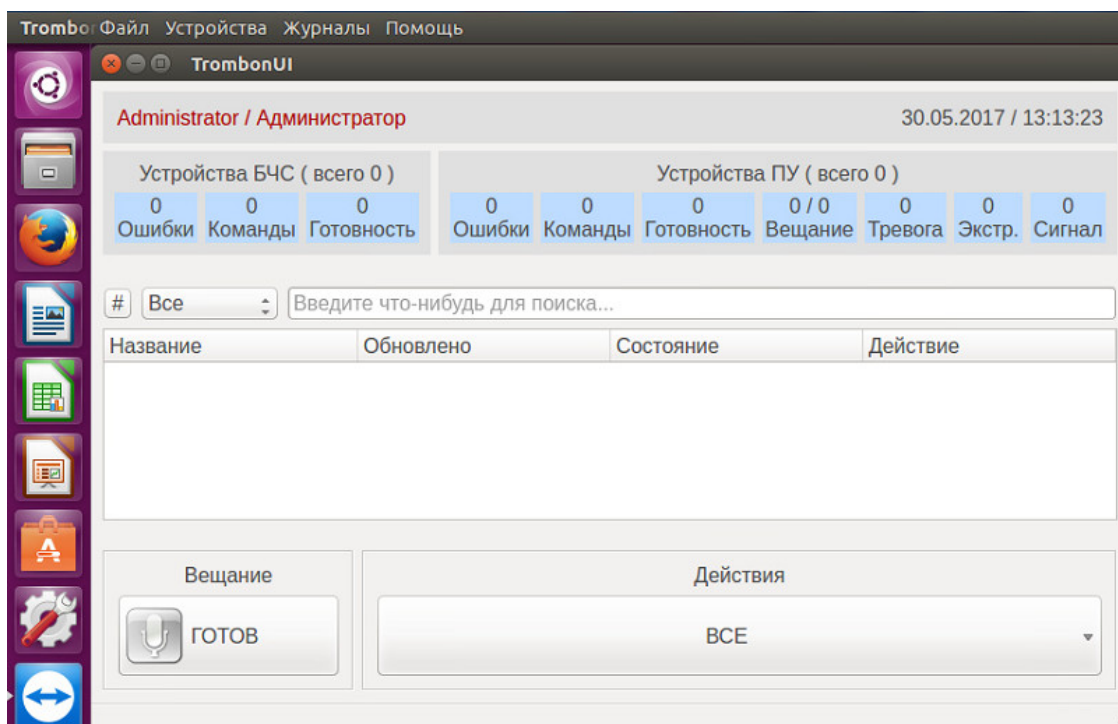

Рис. 1.2
6.2 Далее, в приложение «TrombonUI» необходимо добавить приборы управления (устройства). Добавление устройств выполняется через текстовое меню, расположенное в верхней части окна: наводим курсор мыши на «Устройства – Конфигурация», двойным щелчком вызываем окно добавления устройств, см. рисунок 1.2.
Для выбора конкретных зон вещания, двойным кликом левой кнопки мыши выберите требуемый ПУ, (рис. 1.2.).